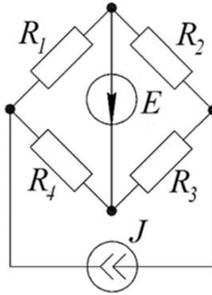

Рис. 23. Расчетная электрическая цепь к задаче 1
**Задача 1.** В заданной электрической цепи (рис. 23) известны ее параметры:  $R_1 = R_4 = 5 \text{ Ом}$ ,  $R_2 = 3 \text{ Ом}$ ,  $R_3 = 1 \text{ Ом}$ ,  $E = 100 \text{ В}$ ,  $J = 2 \text{ А}$ . Определите токи в ветвях методом наложения.